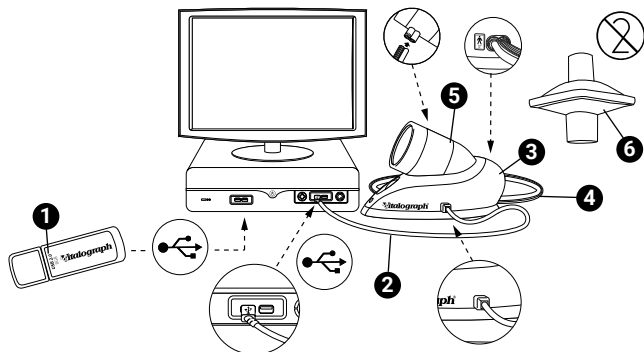

Abbildung 1: Hauptkomponenten des Pneumotrac
10. Achten Sie darauf, dass die gerippte Seite des Schlauchs mit der gerippten Hälfte des Anschlusses verbunden ist. Wenn der Schlauch falsch angeschlossen ist, kann es vorkommen, dass die Ergebnisse der Spirometrie invertiert erscheinen (siehe Abbildung 1).